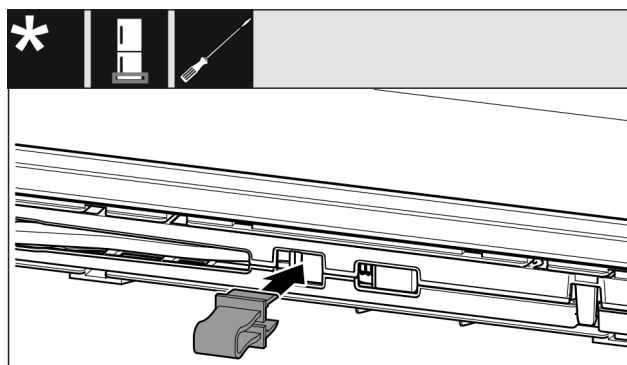

Fig. 14
- Kapni siguresën në vrimën përkatëse Fig. 14 ().